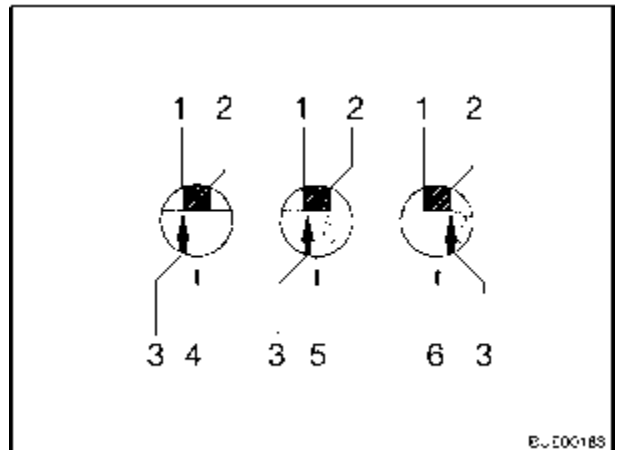

Fig. 152 Forros de fricción
- Cuando la flecha de la arandela de presión (Fig. 152,3) se encuentra delante o en la superficie de marcación (Fig. 152,1) los forros de fricción están todavía nuevos (Fig. 152,4).
- Cuando la flecha de la arandela de presión se encuentra dentro de la superficie de marcación (Fig. 152,1 a 2), los forros de fricción están ligeramente desgastados (Fig. 152,5).
- Cuando la flecha de la arandela de presión se encuentra al final de la superficie de marcación (Fig. 152,2) a la sobrepasa, los forros de fricción están desgastados (Fig. 152,6).